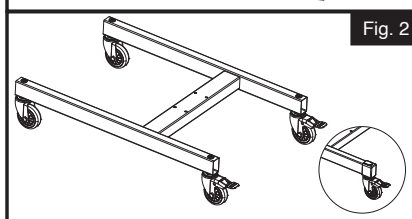

Fig. 2
2. Inserte los tornillos en las ruedas de 7,6 cm a través de los orificios inferiores en el marco base. (Fig. 2)